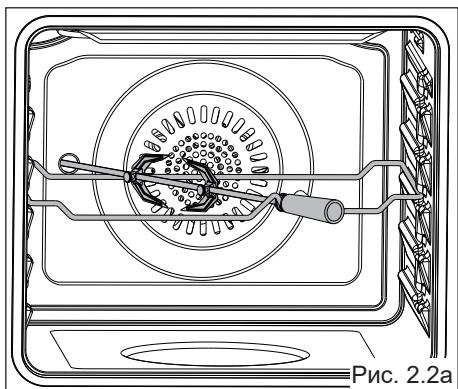

Рис. 2.2a
(Рис. 2.2a, 2.2b)
- Вставьте противень в самый нижний держатель стойки духовки и вставьте опорный стержень в промежуточный держатель стойки (рис. 2.2a, 2.2b).
- Вставьте стержень в отверстие двигателя (рис. 2.2a, 2.2b). Он правильно установлен, только если стержень не поворачивается, когда вставляется. Он будет вращаться только тогда, когда двигатель работает (проверить правильность вращение стержня).
- Оставьте стержень на поддержке вертела (рис. 2.2a, 2.2b); затем снимите сцепление, повернув его влево